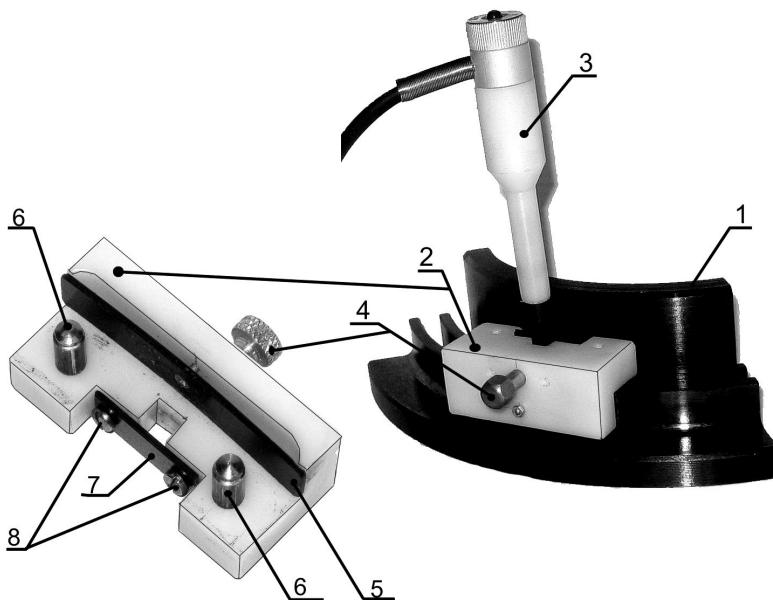

Рис. 6.6 Контроль паза П-образной формы
6.9.3 Установить преобразователь в паз рабочей стороной, обращенной к искусственному дефекту, на бездефектный участок ОИД Иа8.896.082 на расстоянии не менее 5 мм от края согласно рис. 6.6.
6.10.1.1 Установить на бездефектный участок паза шкива (поз.1 рис.6.6) сканер (поз.2 рис.6.6) так, чтобы его резьбовые штифты с упорными роликами (поз.6 рис.6.6) располагались в пазу шкива, а упругая пластина (поз.5 рис.6.6) упиралась в наружную поверхность контролируемого шкива. При этом происходит упор роликов (поз.6 рис.6.6) во внешнюю стенку паза.
6.10.1.2 Вывернуть винт (поз.4 рис.6.6) так, чтобы он не препятствовал установке преобразователя в сканер.
6.10.1.3 Вставить преобразователь типа Н (поз.3 рис.6.6) в прямоугольный паз сканера до упора в дно паза шкива так, чтобы его рабочая сторона с меткой в виде белой черты была расположена к наружной стороне наружного паза. При этом преобразователь должен быть прижат при помощи пластины (поз.7 рис.6.6) к наружной контролируемой стенке паза. При отсутствии прижатия, положение преобразователя необходимо отрегулировать винтами (поз.8 рис.6.6)
6.10.1.8 Установить вновь сканер с преобразователем на бездефектный участок паза шкива, определенный по п.6.10.1.4, и с помощью винта (поз.4 рис.6.6) отвести преобразователь от контролируемой стенки на 0,1 мм. Для этого винт (поз.4 рис.6.6) после его вращения до упора в корпус преобразователя повернуть еще на 30...40°.
6.10.1.11 Пять-семь выполнить пп.6.10.1.9, 6.10.1.10 и 6.10.1.11 изменяя каждый раз положение преобразователя при помощи винта на 30 - 40° (поз.4 рис.6.6).